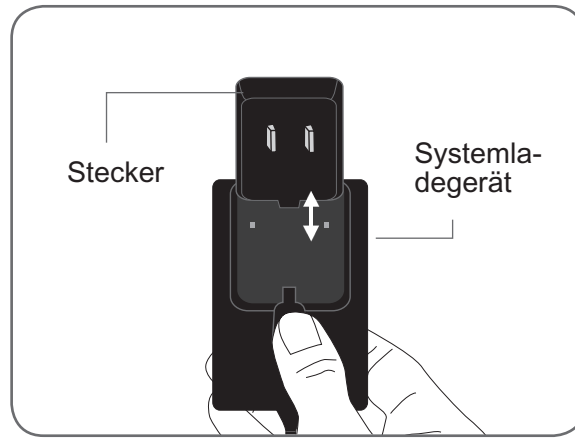

Abbildung 8-2: Einföhren des Steckers in das Systemladegerät
2. Schieben Sie den Stecker in das Systemladegerät ein (siehe Abbildung 8-2).